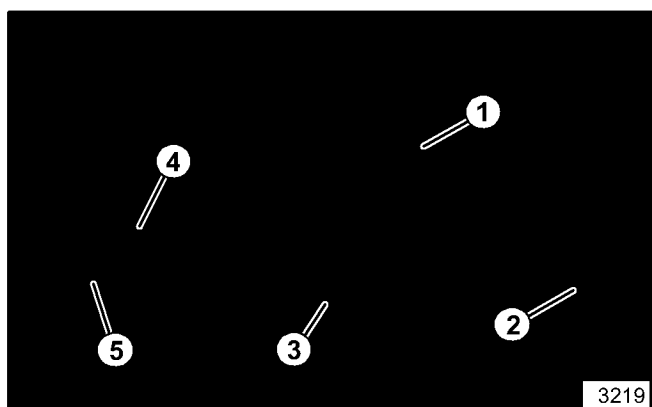

Figure 35. Arbre secondaire
14. Installer la clavette et le gros engrenage simple (voir la figure 35) sur l'arbre (s'assurer que le côté haut palier de l'engrenage se trouve vers l'anneau).